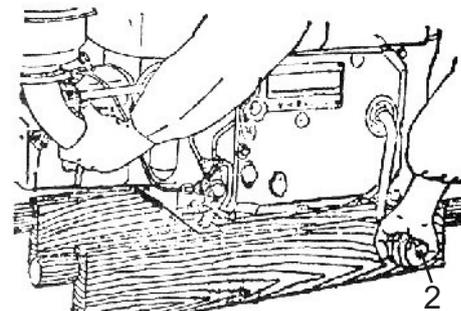

Fig. 7 Partida do Motor através da manivela de partida
2. Introduzir a manivela no furo do eixo de partida. Empurrar a alavanca de descompressão e acionar o motor, até observar um som normal de injeção de combustível (Fig. 7).